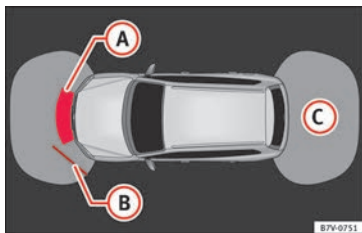
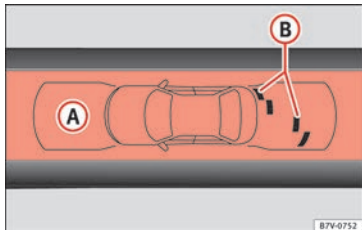

Abb. 139 Bildschirmanzeige des OPS: **(A)** Hindernis im Kollisionsbereich erkannt. **(B)** Hindernis im Segment erkannt. **(C)** Abgetasteter Bereich hinter dem Fahrzeug.
Abb. 140 Bildschirmanzeige des OPS: **(A)** Hindernis im Segment erkannt; **(B)** Abgetasteter Bereich vor dem Fahrzeug.
Der Bereich, in dem Hindernisse erkannt werden, erstreckt sich vor dem Fahrzeug bis zu einem Abstand von etwa 120 cm und etwa 60 cm zur Seite » **Abb. 140 (B)**. Der Bereich hinter dem Fahrzeug wird bis zu einem Abstand von etwa 160 cm und etwa 60 cm zur Seite abgetastet » **Abb. 139 (C)**.
Die angezeigte Grafik stellt die überwachten Bereiche in mehreren Segmenten dar. Je mehr sich das Fahrzeug einem Hindernis annähert, umso dichter rückt das Segment an das dargestellte Fahrzeug » **Abb. 139 (B)** und » **Abb. 140 (A)**. Spätestens wenn das vorletzte Segment angezeigt wird, ist der Kollisionsbereich erreicht. **Nicht weiterfahren!**